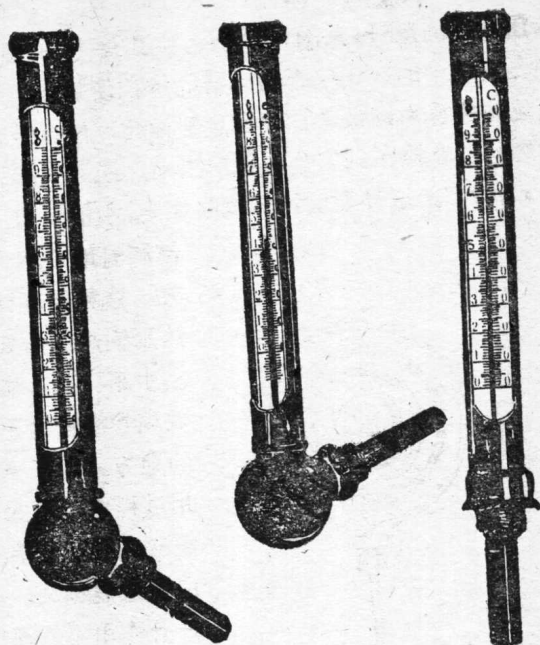
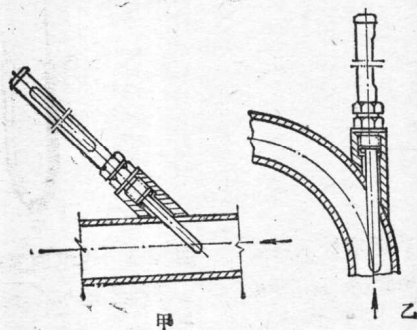

图 1-2 玻璃管温度计（装在金属护套内）
图 1-3 温度计安装
1.玻璃管温度计（见图1-2） 这种温度计是在密封的真空细玻璃管的下部连有温包，温包内充有水银或酒精等液体，在玻璃管上或固定管子的靠板上划有刻度。因为液体有热胀冷缩的性质，所以当温度一上升，液体便膨胀和升入细管内，温度越高，液体上升也越高，这样就可测出温度值。这种温度计的测温范围一般在 $-50\sim+500^{\circ}\text{C}$ ，价钱便宜，使用简单，相当准确，但容易损坏，测量高温时误差较大。这种温度计可测量水温、气温和烟气温度等。为了正确地测量介质温度，对于装在测温套内的温度计，应在温度计周围填充铜屑或注入油类，以减少热阻；温度计不能装于滞流部位（如管道端头的死角处）；并按图1-3所示，使温度计的敏感元件——温包，逆向流体方向和使其处于管道中心线上。